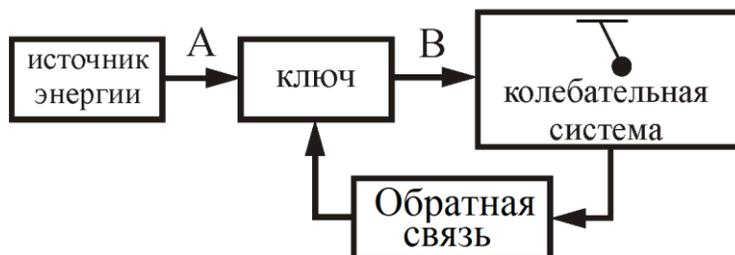

Рис. 1.
2. На рис. 1 изображена блок-схема автоколебательной системы. Она состоит из колебательной системы (в данном случае маятника), источника энергии, ключа и положительной обратной связи. Во время колебаний в колебательной системе теряется энергия на трение, сопротивление воздуха и т.д. Для пополнения энергии в колебательной системе используется источник энергии. Энергия в колебательную систему от источника энергии подается через ключ. Чтобы это произошло, колебательная система в определенный момент времени с помощью элемента обратной связи подает сигнал на ключ. Ключ открывается, и часть энергии от источника энергии через него подается на колебательную систему.